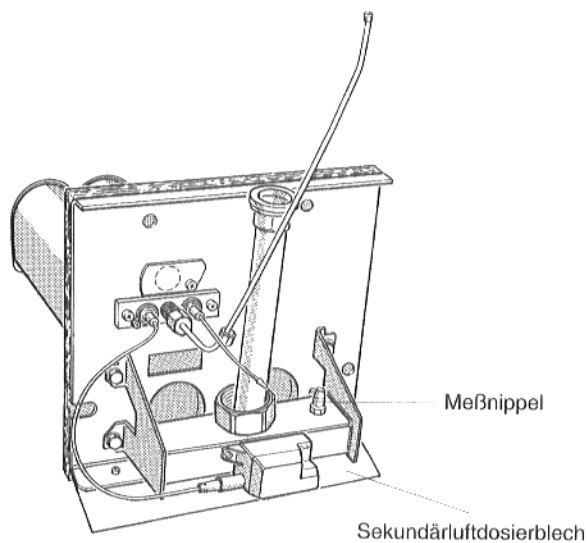

Abb. 46: Sekundärluftdosierblech
- Sekundärluftdosierblech abschrauben und gegen neues austauschen (Abb. 46). Zur Unterscheidung: das Blech für Flüssiggas hat keine Umkantung!
- Verschlußschraube des Meßnippels am Gasverteilerrohr (Abb. 46) zwei Umdrehungen lösen und Meßschlauch des U-Rohr-Manometers aufstecken.